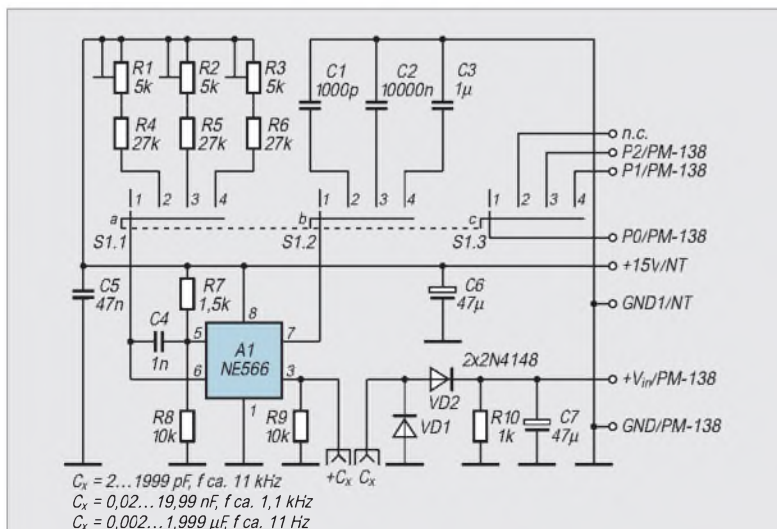

Bild 1: Stromlaufplan der Meßplatine
Der Stromlaufplan des C-Meßgeräts (Meßplatine) selbst ist in Bild 1 dargestellt. Der PLL-Schaltkreis NE 566 bzw. LM 566 (A1) erzeugt in der dargestellten Beschaltung Rechteckimpulse am Ausgang Pin 3. Frequenzbestimmende Elemente sind der Widerstand zwischen +15 V und Pin 6 sowie der Kondensator zwischen Pin 7 und GND.
Bild 1 zeigt eine erprobte Lösung aus dem electronica-Band 241. Die Eingangsspannung für das D-Flip-Flop eilt dem Takt leicht voraus, denn der Inverter verzögert das Signal. Mit steigender Taktflanke übernimmt das Flip-Flop die Information am Eingang D und hält sie bis zur nächsten steigenden Taktflanke. Daher wird stets ein L-Signal übernommen und ausgegeben (Q). Wird der Sensorkontakt berührt, ergibt sich durch die Körperkapazität vor dem Takteingang ein Tiefpaß, so daß Anstiegs- und Abfallzeit des Signals an D groß werden.